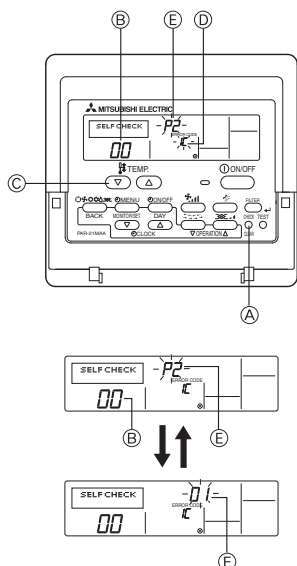

Fig. 7-2
7.3. Самодиагностика (Fig. 7-2)
- ① Включите питание.
- ② Дважды нажмите кнопку [CHECK].
- ③ С помощью кнопки [TEMP] установите адрес системы охлаждения (если используется системный пульт управления).
- ④ Нажмите кнопку [ON/OFF] для прекращения самопроверки.